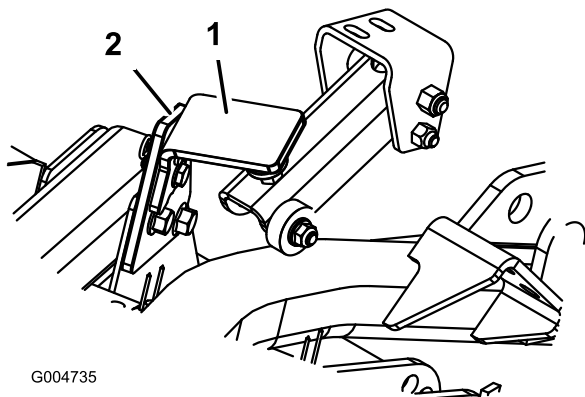

Bild 79
2. Nehmen Sie den Splint und den Lastösenbolzen ab, mit denen der Transportriegel des Mähwerks an der Riegelplatte befestigt ist (Bild 79). Drehen Sie den Riegel zum Heck des Mähwerks.